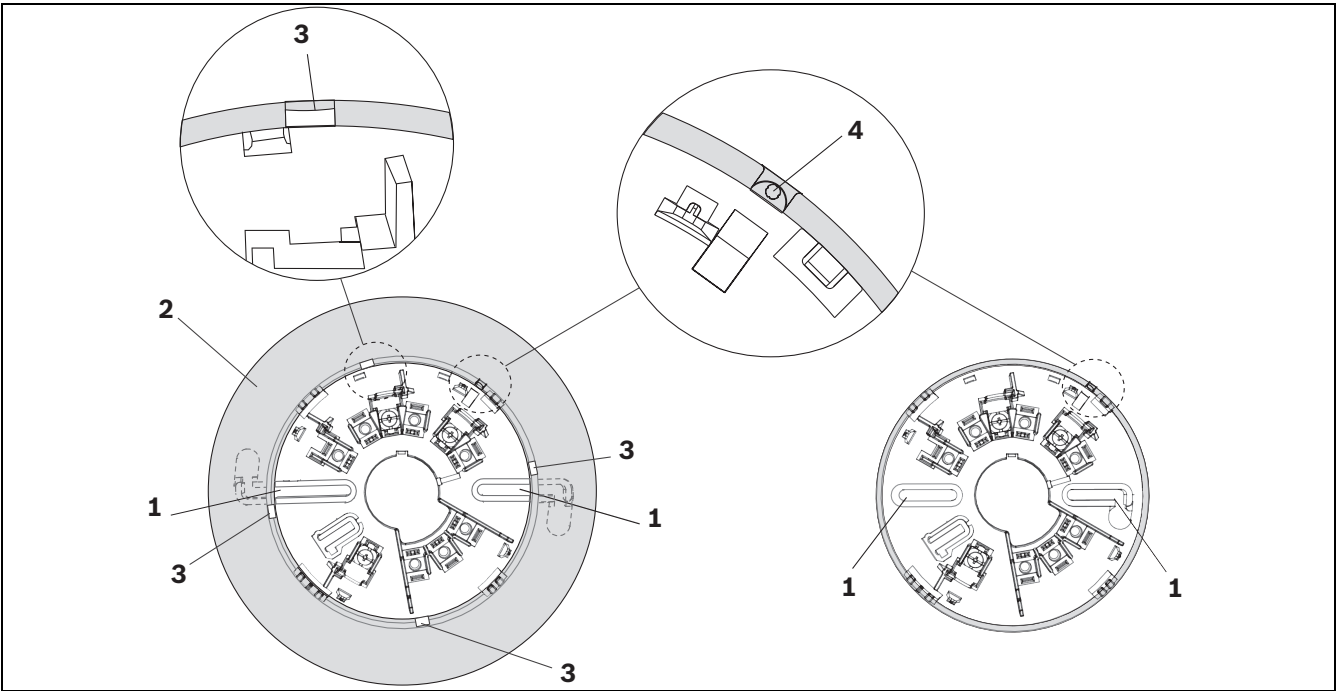

Figura 4.1 Bases de montaje de 6 y 4 pulgadas
1. Monte la base a través de los dos orificios de montaje rectangulares (consulte la Figura 4.1, posición 1).
Si coloca un imán en el punto de prueba sobre la ranura semicircular del cabezal (consulte la *Figura 4.1, Página 22, posición 4*) el indicador LED se encenderá en rojo. Si mantiene el imán en la ubicación indicada durante más de 6 segundos, la unidad enviará una señal de alarma a la central y el indicador LED cambiará a rojo fijo hasta que el panel la rearme. Si retira el imán antes de que transcurran los 6 segundos, la unidad volverá al estado en el que estaba y no enviará ninguna señal de alarma. Si lo hace, tendrá que rearmar la unidad.